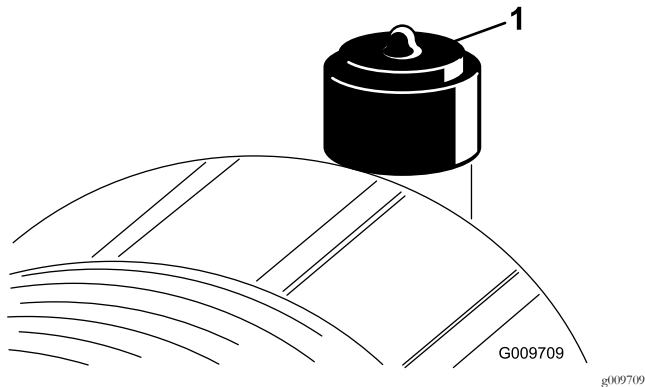

Figure 38
Faites l'entretien du filtre à air uniquement quand l'indicateur de colmatage (Figure 38) indique que cela est nécessaire. Ne remplacez pas le filtre à air plus fréquemment que nécessaire ; cela ne fait qu'accroître le risque de contamination du moteur par des impuretés quand le filtre est déposé.
2. Réarmez l'indicateur de colmatage (Figure 38) s'il est rouge.